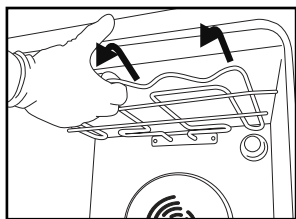
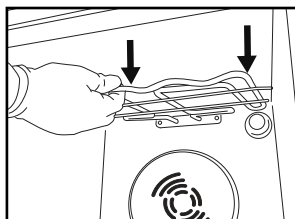

Рис. 3
Рис. 4
2. Слегка вытяните нагревательный элемент (Рис. 3) и опустите его вниз (Рис. 4).